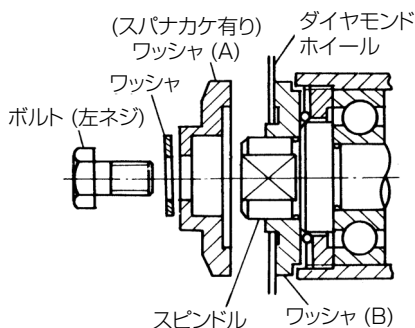

図 9
- (1) スピンドルやワッシャに付いている切りくずをよくぬぐい去ります。
- (2) ワッシャ (A) およびワッシャ (B) の凹部をダイヤモンドホイール側にします。(図 9)